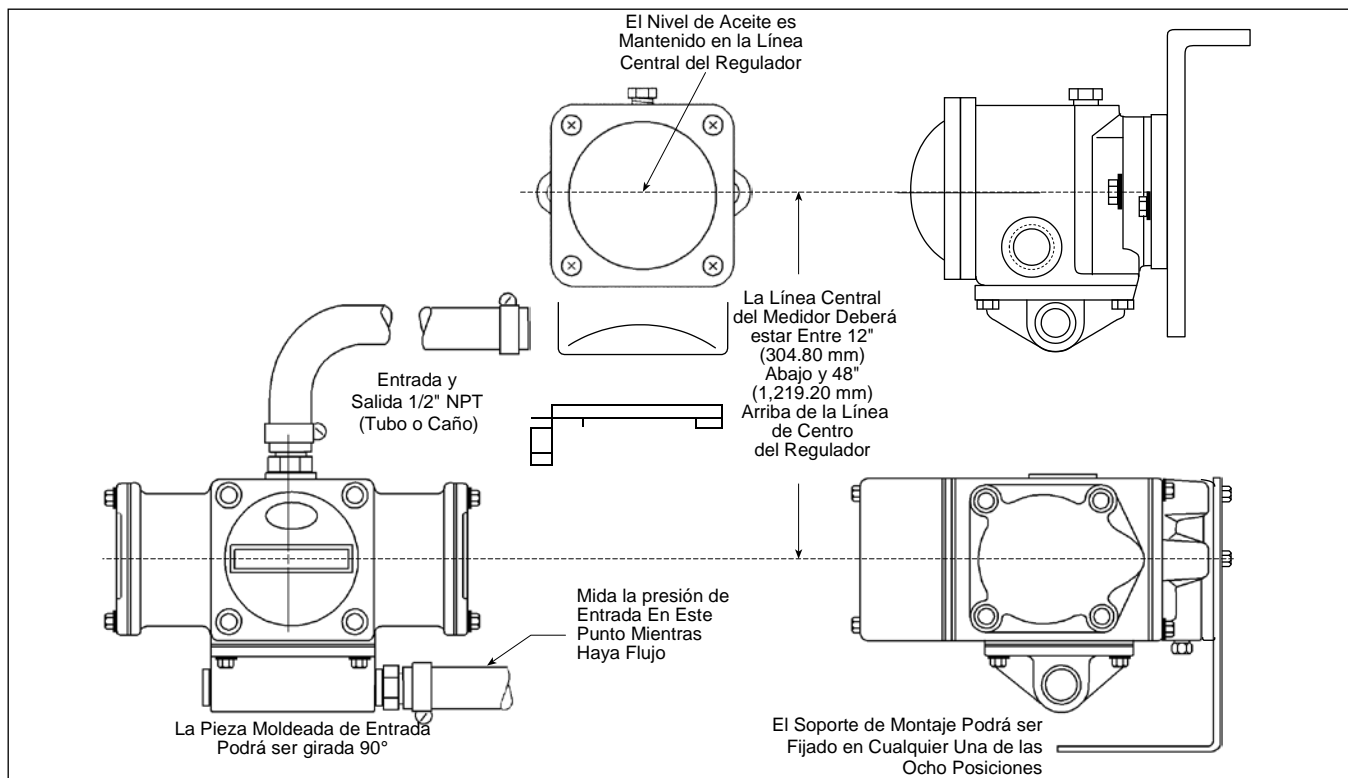

Figura 1 – Instalación del Medidor de Flujo Lento
5. Confirme la presión de entrada con flujo presente. La medida deberá ser hecha cerca del medidor (vea la Figura 1). Tuberías o sistemas excesivamente largos, con muchos tubos acodados o válvulas pueden presentar significativa reducción de presión. Consecuentemente,